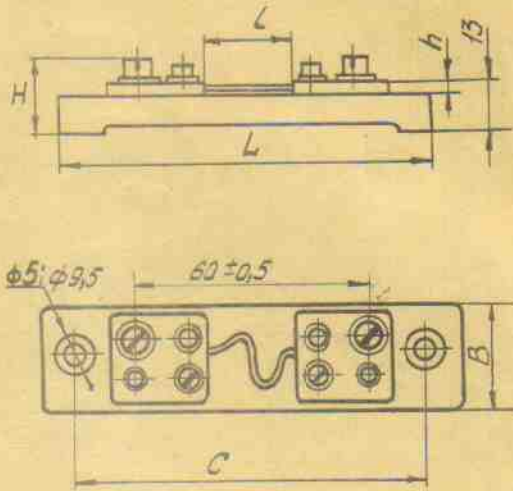

Рис. 1 .
3.4. Габаритные размеры шунтов показаны на рис. 1, 1а, 2, 3, 4, 5, 6, а размеры и масса шунтов сведены в табл. 2.
Рис. 1 а.